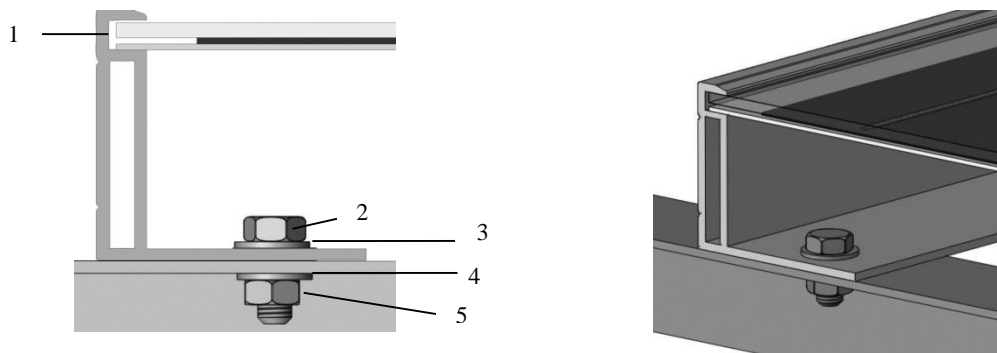

Figure 1. Fixation par boulonnage d'un module PV
- Fixer le module sur chaque orifice à l'aide d'un boulon M8, d'une rondelle plate, d'une rondelle élastique et d'un écrou (voir la figure 1) et serrer à un couple de 16 à 20 Nm (de 140 à 180 lbf/po).